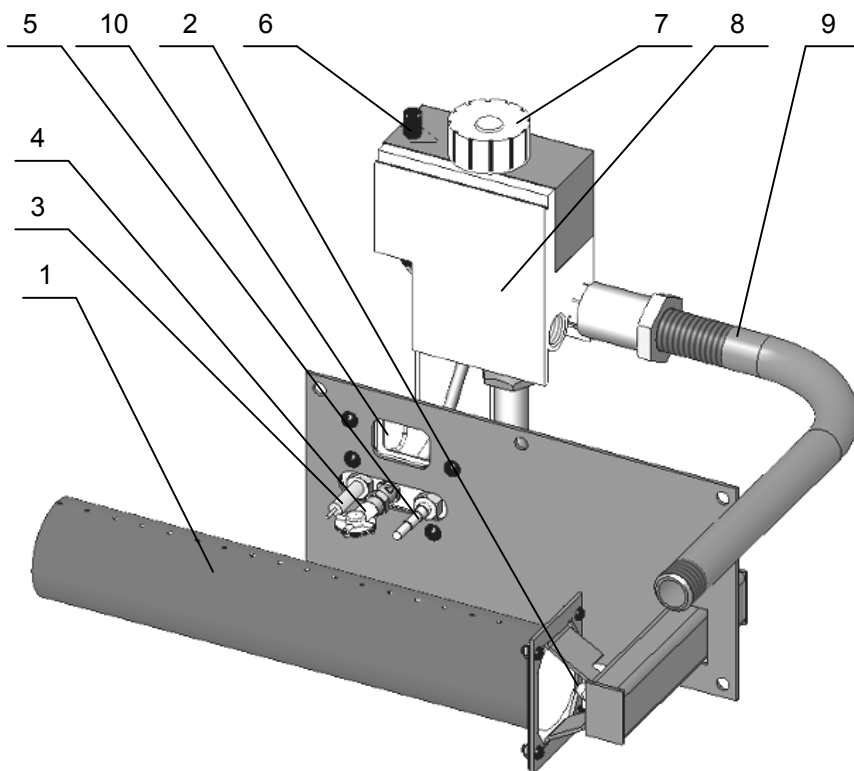

Рис. 2
- газогорелочного устройства с автоматикой регулирования и безопасности, (Рис.2), служащей для подачи газа к основной и запальной горелкам, регулирования температуры воды и автоматического отключения газа при:
5.3 Управление аппаратом осуществляется при помощи кнопок, расположенных на автоматике (Рис.2): кнопки пьезорозжига (поз.6) и ручки-кнопки терморегулятора (поз.7).
7.2 Для включения аппарата необходимо открыть газовый кран на газопроводе. Начиная с позиции выключено «*», поверните ручку терморегулятора (поз. 7 рис.2) в позицию розжига «*». Нажмите и удерживайте ручку терморегулятора и одновременно нажимайте на кнопку пьезорозжига до тех пор, пока от искры не загорится растопочный факел. После загорания удерживайте ручку терморегулятора в течение 20...30 секунд. Отпустите ручку терморегулятора и проверьте, что растопочный факел остался гореть. Если он погас, повторите операцию снова до появления устойчивого пламени. Поверните ручку терморегулятора на отметку, соответствующую необходимой температуре, после чего должна воспламениться основная горелка. Для того, чтобы горел только растопочный факел поверните ручку терморегулятора с позиции выбранной температуры в позицию розжига «*».